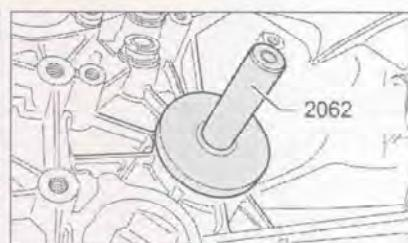

Рис. 7.355. С помощью приспособления 2062 установите новый сальник левого вала на глубину 5.5 мм в картер главной передачи.
14. С помощью приспособления 2062 установите новый сальник левого вала на глубину 5.5 мм в картер главной передачи (рис. 7.355).